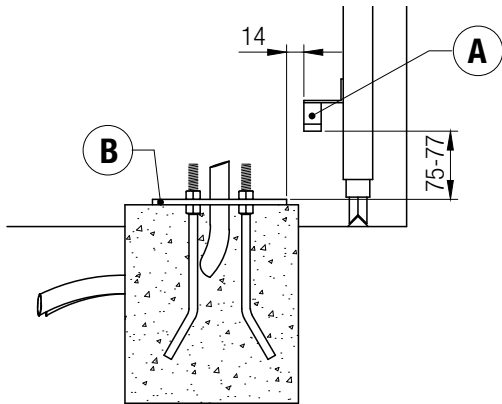

Abb. 1
- Die Ankerbolzen in die 4 Löcher der Fundamentplatte einfügen und sie mit den 4 Muttern blockieren, wie in Abbildung 1) gezeigt.